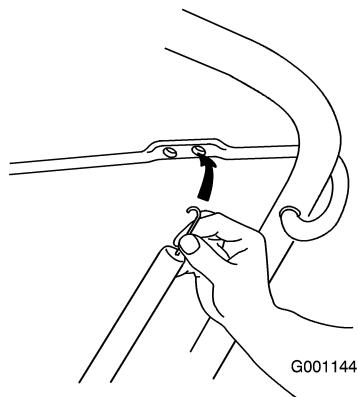

Figure 5
4. Accrochez l'extrémité du câble de commande dans le trou inférieur de la barre de commande (Figure 5).